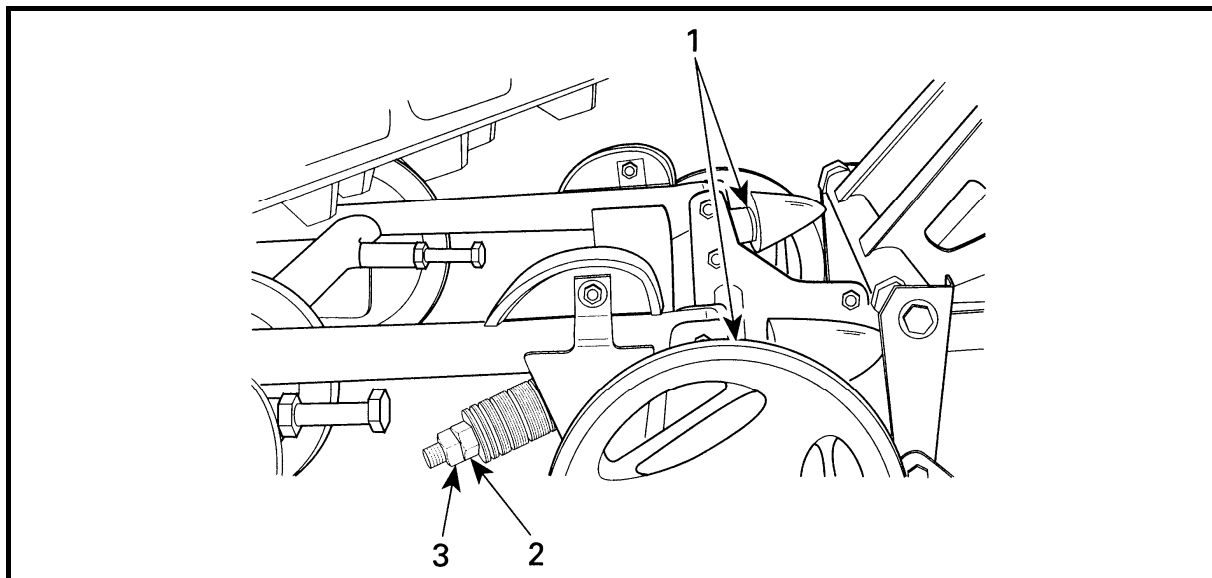

Рисунок 25 – Регулировка хода подвески
Ход подвески может быть отрегулирован в соответствии с нагрузкой на снегоход и состоянием снежного покрова (рисунок 25).
- вращением рулевых тяг добейтесь, чтобы при положении лыж "прямо–вперед" расстояние Ч (рисунок 25) между передними частями лыж было больше на 10 мм, чем расстояние Ш между задними частями лыж (Ч-Ш=10 мм);